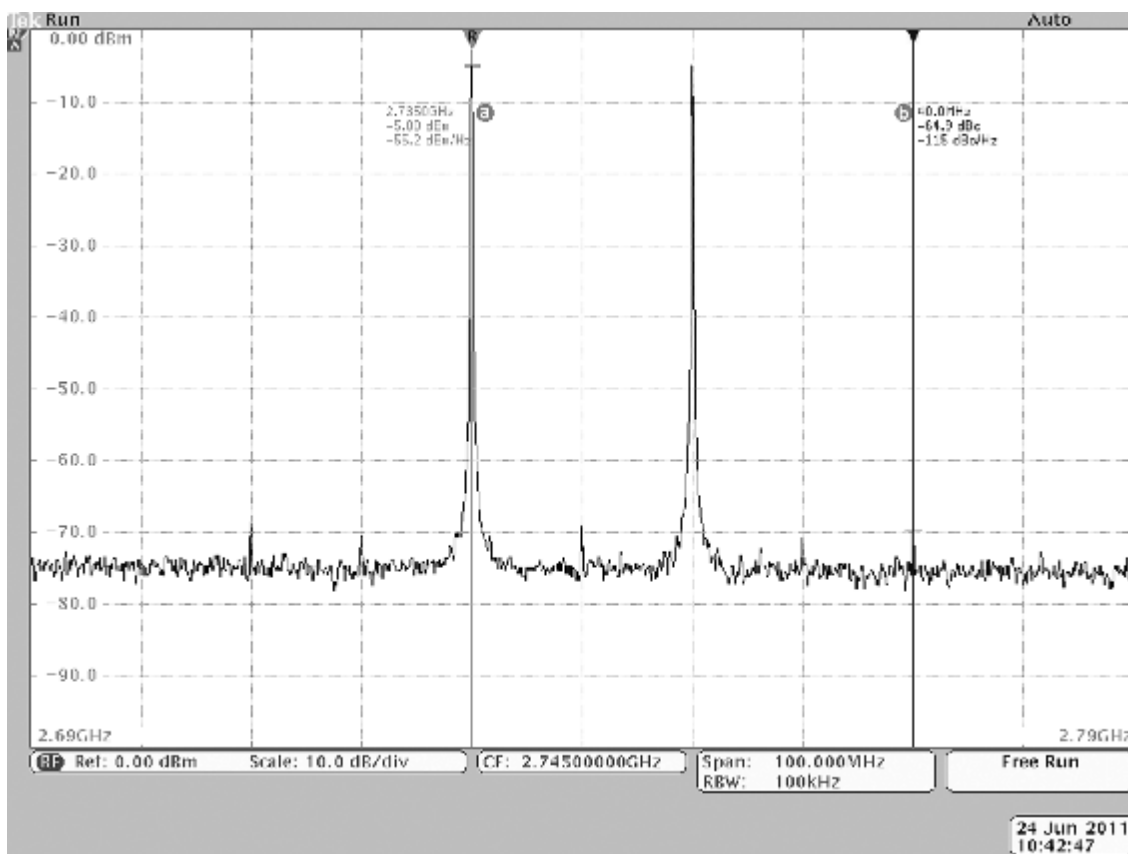

Рисунок 7.4.5. Интермодуляционные искажения
7.4.5.13 Найти пики интермодуляционных сигналов (см. рисунок 7.4.5) на частотах: